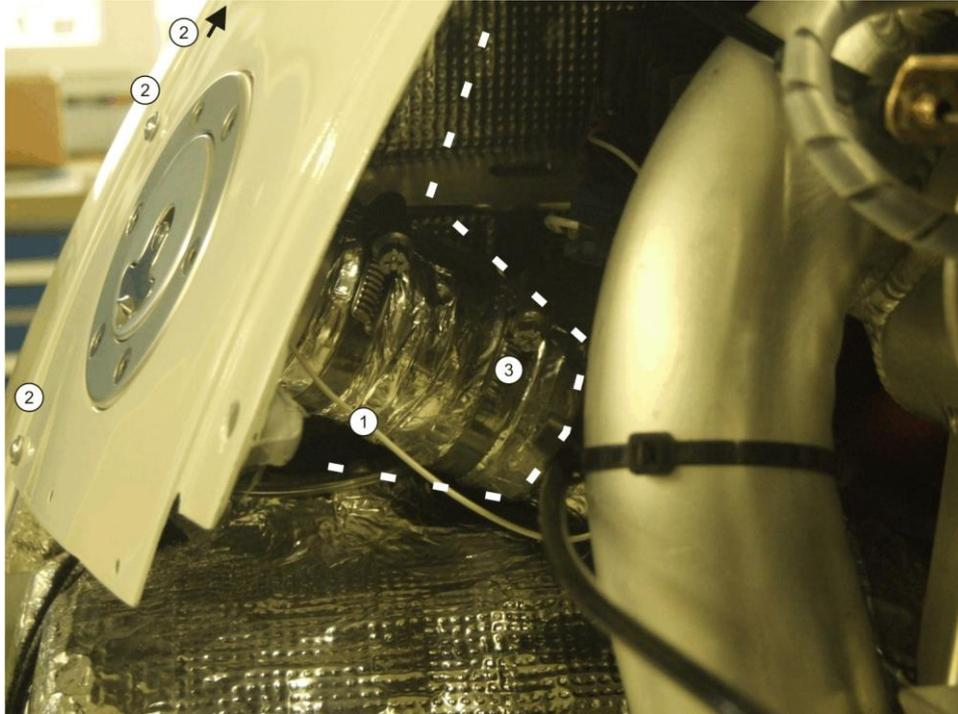

Abb. 1 - Einfüllstutzen mit Einfüllschlauch an linkem Kraftstofftank
- 2 Bei insgesamt 7 Schnellverschlüssen (siehe gekennzeichnete Bereiche Abb. 1) Inserts komplett entfernen.